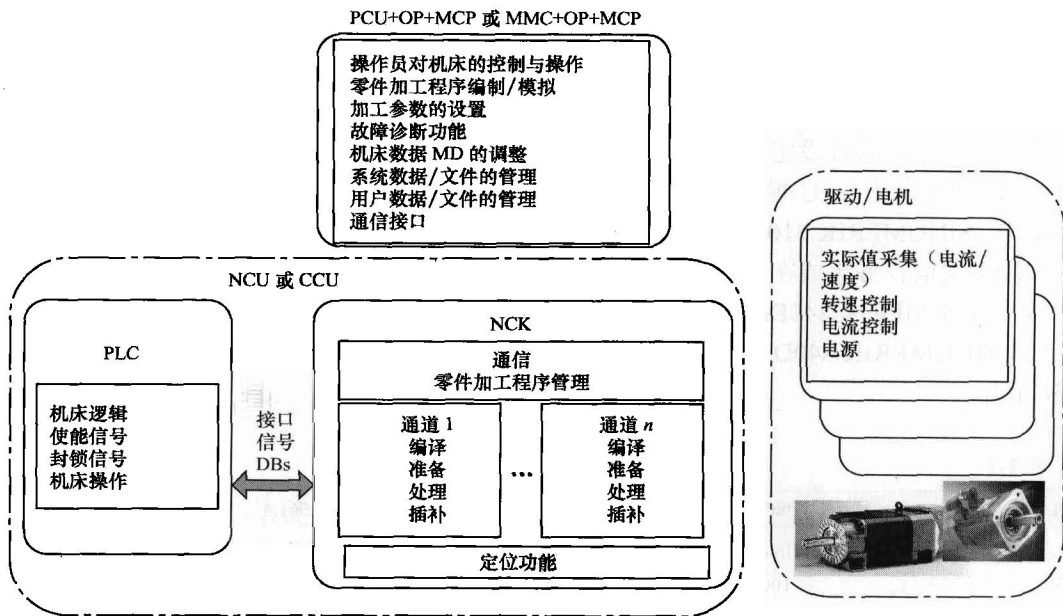

图 1-1 SINUMERIK 840D/810D power line 系统各部件功能图
(1) SINUMERIK 840D/810D power line 系统各部件的功能图（如图 1-1 所示）
(2) SINUMERIK 840D 各阶段各版本使用的 CPU 芯片类型及 S7-300 兼容类型表（如表 1-1 所示）